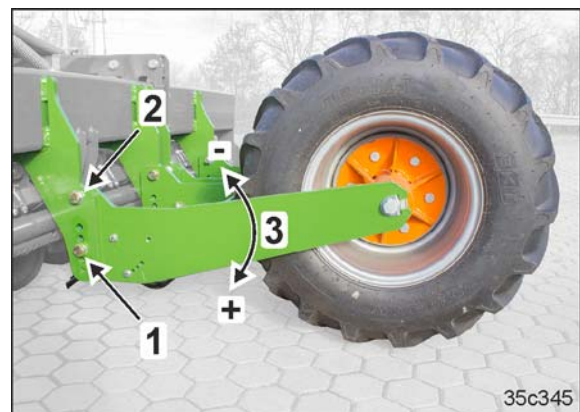

Fig. 205
1. obere Muttern lösen (Fig. 205/2)
Stützradschwinge vor dem Entfernen der Schrauben (Fig. 205/2) abstützen!
2. untere Muttern lösen, Schrauben entfernen (Fig. 205/1)
Position der Absteckschraube (Fig. 205/1)	Höhe [mm] (Fig. 205/3)
4. Stützradswinge mit Schrauben abstecken (Fig. 205/1) und Muttern anziehen
5. obere Muttern anziehen (Fig. 205/2)